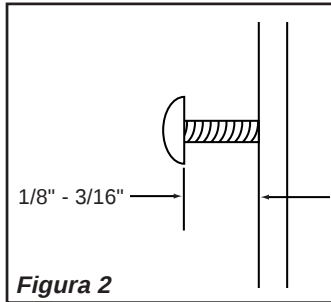

Figura 2
4. Apretar los tornillos dejando un espacio de 1/8" a 3/6" entre la pared y la parte inferior de la cabeza del tornillo. **(Figura 2)**